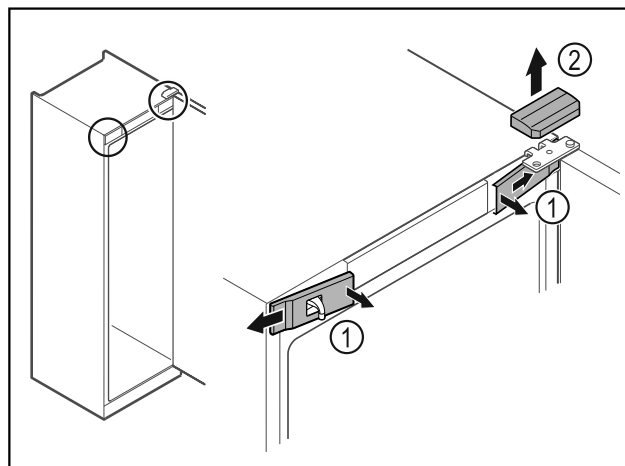

Fig. 16
- Paina etummaisat suojukset Fig. 16 (1) sisäpuolelta irti ja ota ne sivukautta pois.
- Ota ylempi suojust Fig. 16 (2) yläkautta pois.